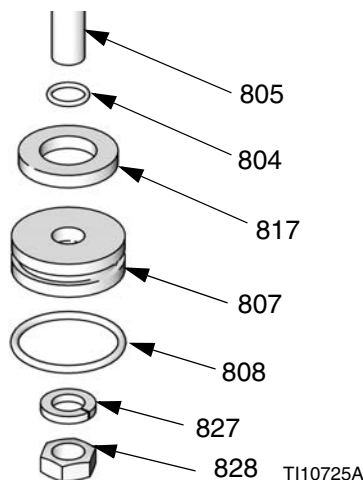

FIG. 35 : Piston de colonne double courte
4. Posez la tige de piston (805) sur un établi ou une autre surface de travail.
5. Retirez l'écrou (828), la rondelle (827), le piston (807), l'amortisseur (817) et les deux joints toriques (804, 808). Consultez la FIG. 35.